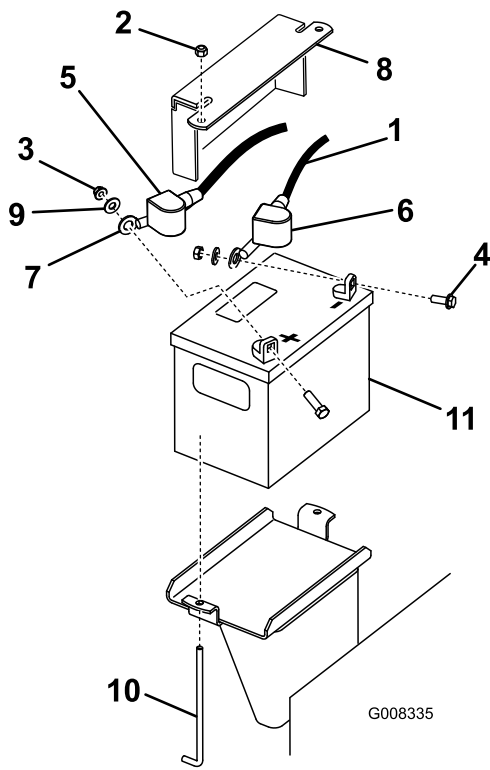

Figura 42
3. Togliete il cappuccio di gomma nero dal cavo negativo. Staccate il cavo negativo della batteria dal morsetto negativo (-) della batteria (Figura 42).
- Sfilate la guaina rossa del morsetto dal morsetto positivo (rosso) della batteria. Togliete quindi il cavo positivo (rosso) della batteria (Figura 42).
- Rimuovete la piastra di tenuta, i bulloni a J e i dadi di bloccaggio che fissano la batteria (Figura 42) e rimuovete la batteria.
- Posizionate la batteria nella macchina (Figura 42).
- Montate innanzi tutto il cavo positivo (rosso) della batteria sul morsetto positivo (+) della batteria con un dado, una rondella e un bullone. (Figura 42). Infilate il cappuccio di gomma sul polo.
- Montate quindi il cavo negativo della batteria e il filo di messa a terra sul morsetto negativo (-) della batteria con un dado, una rondella e un bullone. (Figura 42). Infilate il cappuccio di gomma sul polo.